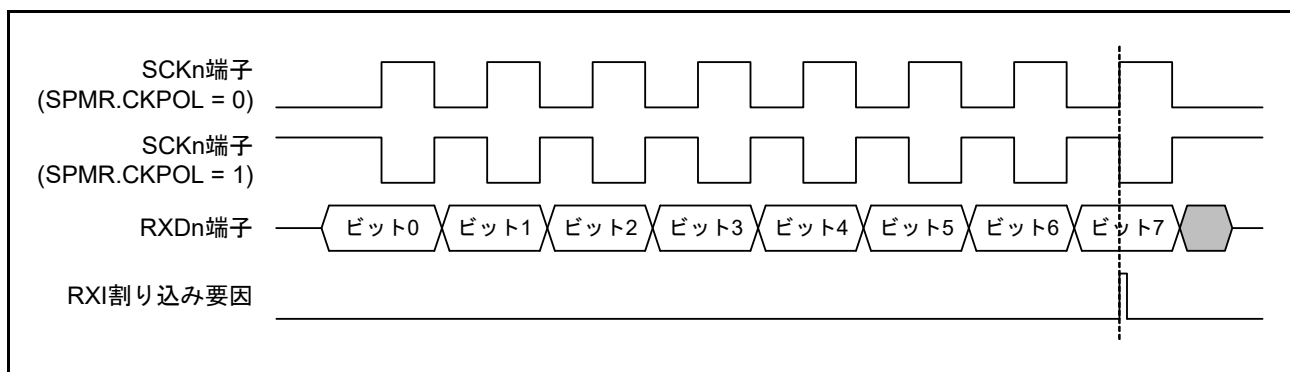

図 26.63 簡易 SPI モード（クロック遅れあり）RXI 割り込み発生タイミング
- クロック遅れあり設定 (SPMR.CKPH ビット=1) の場合、図 26.63 に示すように SCKn 端子の最終クロックエッジ手前のクロックエッジで受信データフル割り込み (RXI) が発生します。このとき、SCR レジスタの TE、RE ビットを SCKn 端子の最終クロックエッジより前に“0”に設定すると SCKn 端子出力がハイインピーダンスとなり、最終送受信クロックのクロックパルス幅が短くなります。また、RXI 割り込み後、SCKn 端子の最終クロックエッジより前に接続先スレーブに対する SSn# 端子入力信号を High にするとスレーブが誤動作する可能性があります。